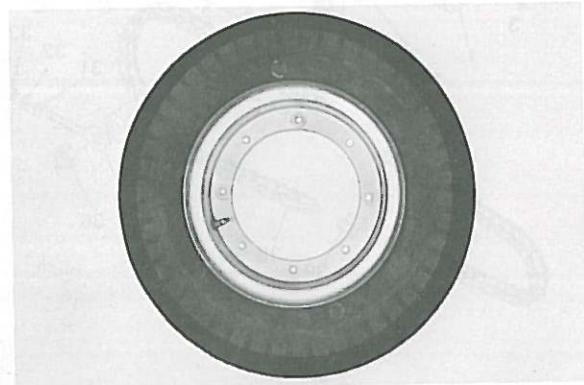

Fig. 5-4-1
3. Remove the eight bolts from the wheel panels, and they can be separated. Now the tire and tube can be removed easily. (Fig. 5-4-1)
3. Nun die acht Befestigungsschrauben der Felgenhälften lösen und die beiden Felgenhälften abnehmen. Reifen und Schlauch können nun einfach entfernt werden. (Fig. 5-4-1)